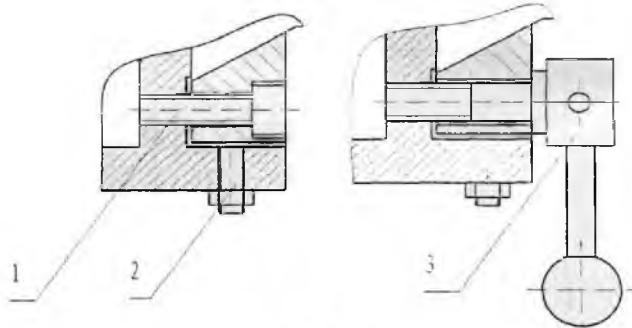

Рис.5
- 3) Отрегулируйте свободный ход стойки консоли при помощи установочных винтов "1" и "2", двигая при этом консоль, пока не почувствуете небольшое сопротивление. Затяните консоль при помощи стопорного винта "3". (См. Рис. 5).